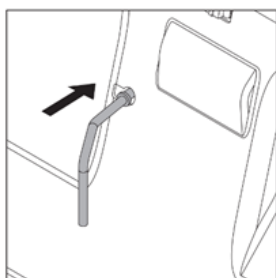
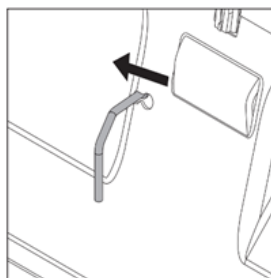

Fig.33A
Fig.33B
5. Empuje la válvula de derivación hacia adelante y luego hacia la izquierda para que se atasque. De lo contrario, el motor no arrancará. (Fig.33A/Fig.33B)